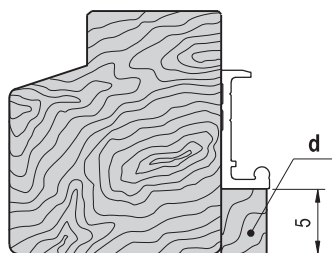

fig. 5
**NB. Lasciare almeno 5 mm tra il binario ed il pavimento. In presenza di serramenti di peso e dimensioni notevoli realizzati con legni teneri o in PVC, inserire uno spessore (d) (fig. 5).**